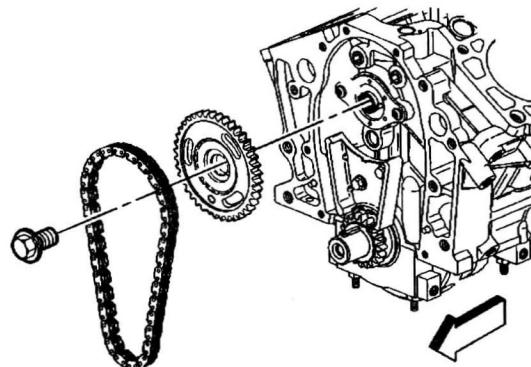

图 1-2-9 用安装螺栓安装凸轮轴链轮
- 采用安装螺栓，将凸轮轴链轮拉到凸轮轴上（图 1-2-9）。